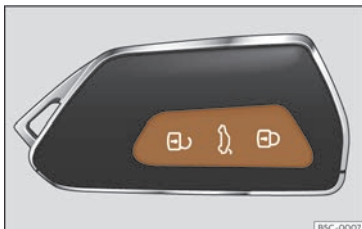

Fig. 70 Clau per control remot: teclès.
- Bloquejar: premeu el botó >>> **fig. 70**.